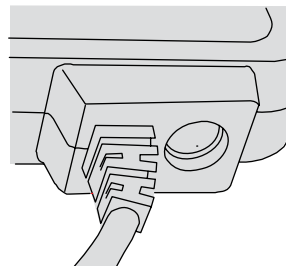

Figura 2 Puerto de entrada de CC, desconectado
- 6 Puerto de entrada de CC, conectado. Consulte también el apartado Figura 2.